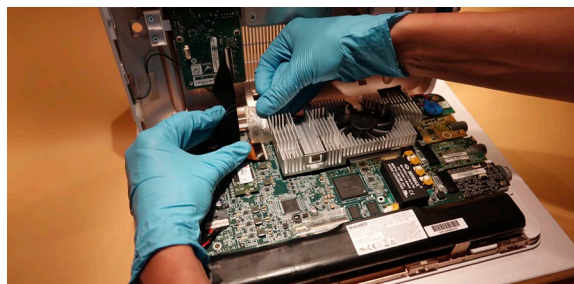

Figure 10 - Ouvrir doucement le boîtier arrière et retirer le ruban adhésif le cas échéant
i) Retirer le ruban adhésif (Figure 10)